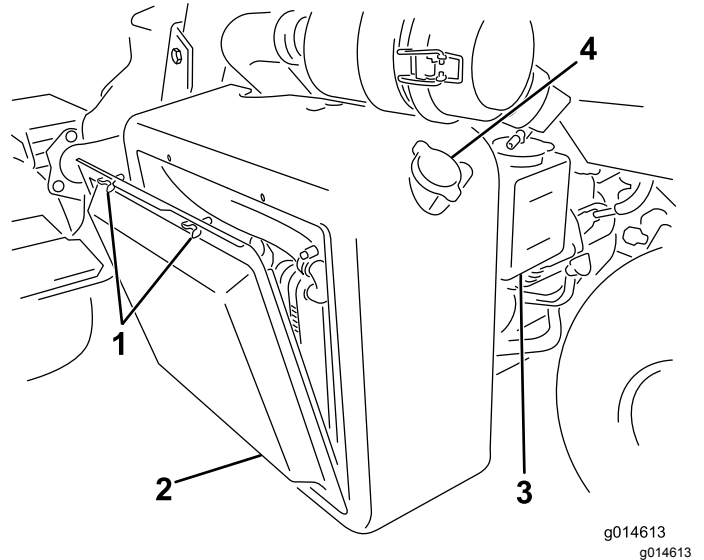

Bild 49
1. Entfernen Sie das Gitter (Bild 49).